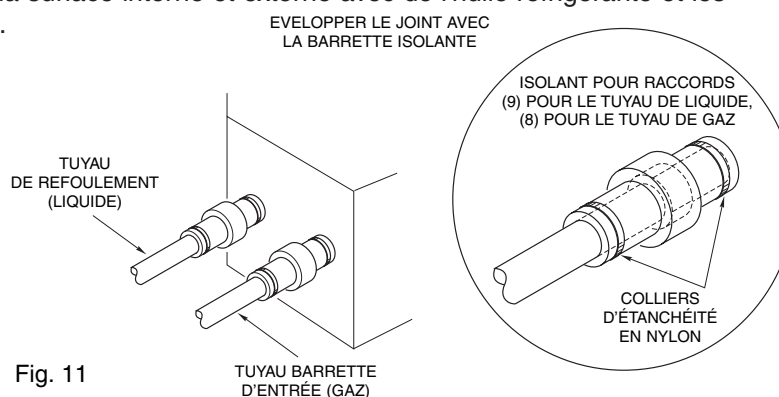

Fig. 11
- Isoler les raccords comme décrit dans la fig.11
- Envelopper les raccords et les tuyauteries en entrée et en sortie de l'unité interne et externe avec du matériau thermiquement isolant. (fig.11)